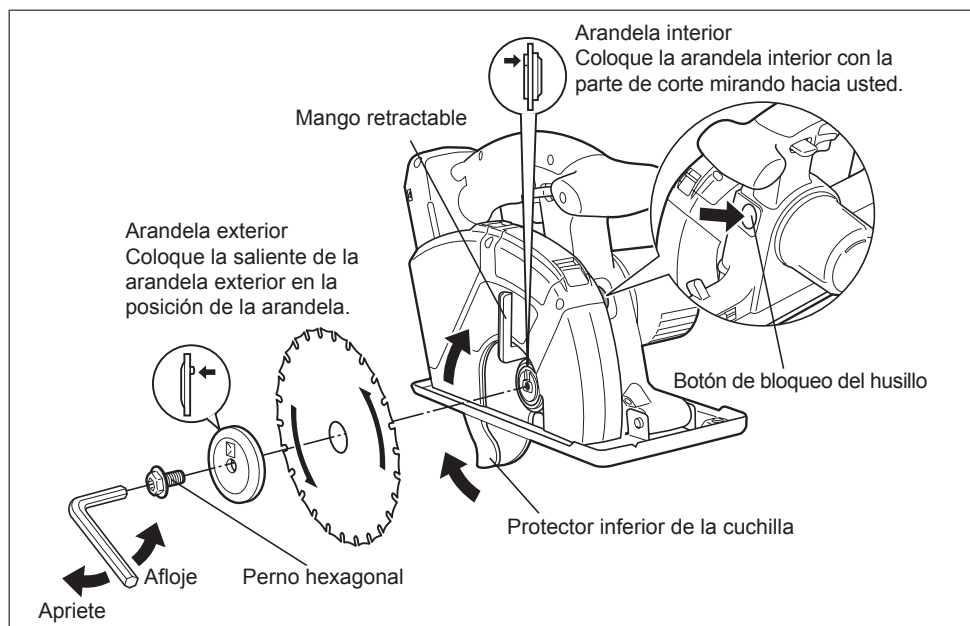

Fig. 6
2. ¿Está la cuchilla instalada adecuadamente? Cerciórese de que el perno hexagonal esté apretado con seguridad. (Consulte la Fig. 6.)
4. Instale la cuchilla como se indica. (Consulte la Fig. 6.)